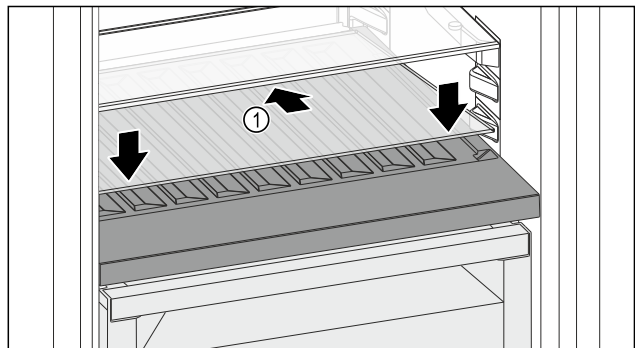

Fig. 120
- ▶ Вставьте стеклянную пластину Fig. 120 (1) наискосок и с уклоном назад вниз.
- ▶ Опустите стеклянную пластину Fig. 120 (1) спереди.